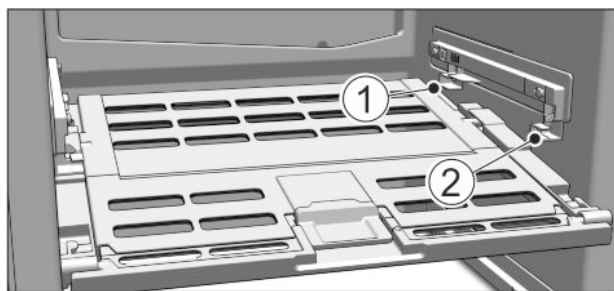

Fig. 43
- ▶ Mettre en place le couvercle du compartiment Fruit & Vegetable : Introduire les rainures du couvercle en bas dans le support arrière Fig. 43 (1) et les insérer dans le support Fig. 43 (2).